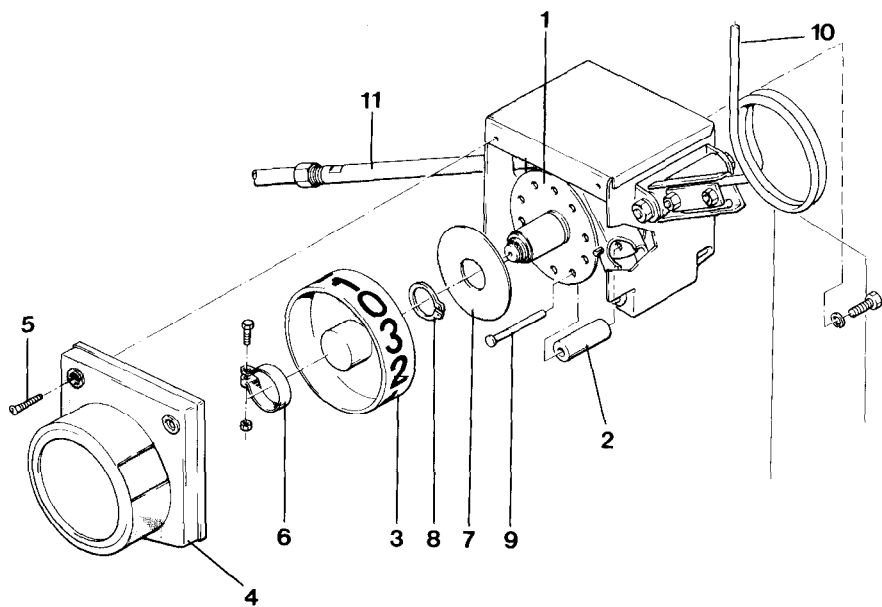

Fig. 63
Ein Teilungsrad (Fig. 63/1) im Schaltkasten steuert die Reihen, in denen Fahrgassen angelegt werden. Für die 2-, 3-, 4- und 6fach-Schaltung ist das Teilungsrad gleich. Zum Umrüsten des Schaltkastens auf eine andere Schaltung sind, wie am Ende dieses Abschnittes beschrieben, nur die Schaltrollen (Fig. 63/2) umzustecken bzw. zu ergänzen. Für alle weiteren Schaltungen können entsprechende Teilungsräder geliefert werden.
Das Teilungsrads (Fig. 63/1) ist für den 2-, 3-, 4- und 6fachen Wechsel gleich. Soll die Wechselfolge geändert werden, brauchen lediglich die Schaltrollen (Fig. 63/2) am Teilungsrads (Fig. 63/1) umgesteckt bzw. ergänzt zu werden.
Für den 5-, 7-, 8- und 9fachen Wechsel ist beim Umbau das vorhandene Teilungsrads (Fig. 63/1) gegen ein für die erforderliche Schaltung entsprechendes Teilungsrads auszu-tauschen. Bei jedem Wechsel auf eine andere Schaltung ist grundsätzlich auch der richtige Kontrollstreifen auf dem Anzeigerads (Fig. 63/3) anzubringen.
Es sind lediglich die Schaltrollen (Fig. 63/2) umzustecken bzw. zu ergänzen. Dies ist auch bei angebaute Schaltkasten an der Sämaschine möglich.
- Schutzdeckel (Fig. 63/4) nach dem Lösen der zwei Blechschrauben (Fig. 63/5) ab-nehmen.
- Schelle (Fig. 63/6) lösen und mit dem Anzeigerads abziehen.
- Die Sicherungsscheibe (Fig. 63/7) ist nach dem Entfernen des Sicherungsringes 24 x 1,2 (Fig. 63/8) abzunehmen.
- Die freiliegenden Schaltrollen (Fig. 63/2) lassen sich nun anhand der Fig. 64 umrüsten, nachdem die Bolzen (Fig. 63/9) herausgezogen sind.
- Sicherungsscheibe (Fig. 63/7) und Sicherungsring (Fig. 63/8) montieren.
- Anzeigerads (Fig. 63/3) mit neuem Kontrollstreifen (Fig. 65) versehen und auf dem Teilungsrads mit Hilfe der Schelle (Fig. 63/6) befestigen.
- Schaltkasten an der Bedienungsfeder (Fig. 63/10) durchschalten, bis das Klemmrohr (Fig. 63/11) durch eine Schaltrolle (Fig. 63/2) angezogen und gehalten wird. Der Schutzdeckel (Fig. 63/4) wird an den Schaltkasten gehalten und das Anzeigerads (Fig. 63/3) so weit verdreht, bis die Zahl „0“ am Fenster des Schutzdeckels zu sehen ist.
- Anzeigerads (Fig. 63/3) mit der Schelle (Fig. 63/6) festklemmen und den Schutzdeckel (Fig. 63/4) montieren.
- Schaltkasten an der Bedienungsfeder (Fig. 63/10) durchschalten, bis sich das Anzeige-rads (Fig. 63/3) mindestens dreimal vollständig gedreht hat, und überprüfen, ob der Schaltkasten ordnungsgemäß arbeitet, d. h. in jeder „0“-Stellung das Klemmrohr (Fig. 63/11) anzieht.